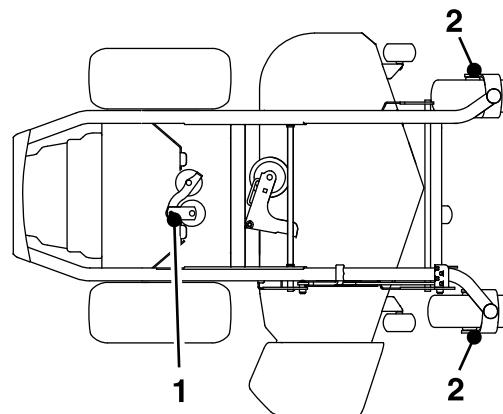

Figura 39
4. Lubrifique a articulação da polia intermédia da bomba com uma ou duas bombadas de lubrificante (Figura 39).
5. Lubrifique os eixos da roda giratória frontal (Figura 39).